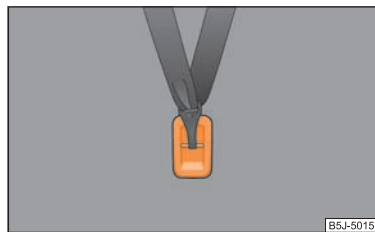

Abb. 130 Rücksitz: Top Tether
In einigen Ländern erfordern die nationalen gesetzlichen Bestimmungen die Ausstattung der hinteren Sitze mit Befestigungsösen für Kindersitze mit dem „Top Tether“-System ⇒ Abb. 130.
- Befestigen Sie die Kindersitze mit dem „Top Tether“-System nur an den dafür vorgesehenen Stellen ⇒ Abb. 130. ▶